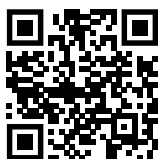

Fig. 74
- ▶ Откройте Liebherr SmartMonitoring Dashboard. (см. Fig. 74)